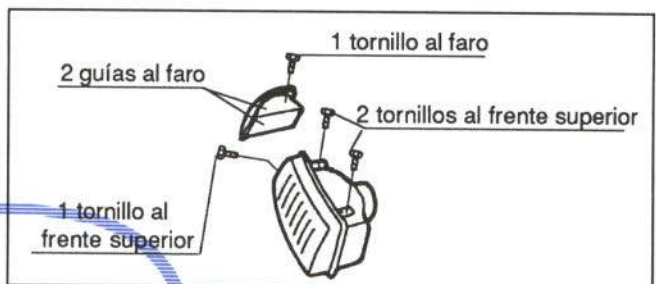

Figura 16.- Fijación de los faros y pilotos
En la figura 16 se muestra su fijación.
- Piloto delantero (figura 16)